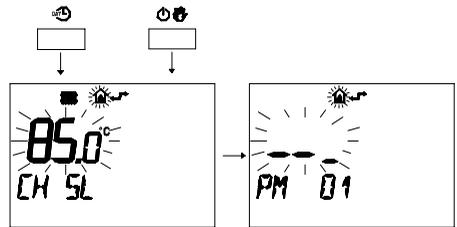

fig. 5.36
- 2 Premere contemporaneamente i pulsanti e per entrare nella programmazione trasparente (fig. 5.36)